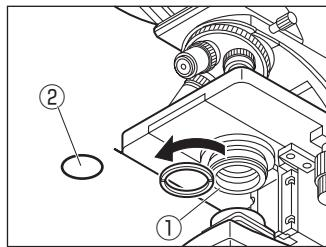

図7
2.2.4 フィルターの取り付け（図7）
- 1 フィルターholダー①を外側へ回します。